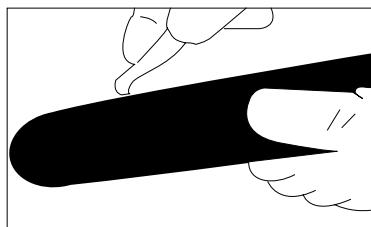

Abb. 29
5. Für den regelmäßigen Verschleiß soll die Schiene alle 8 Betriebsstunden umgedreht werden. Halten die die Nut der Schiene und die Schmieröffnung mittels der Reinigungsvorrichtung (nicht im Lieferumfang) sauber (Abb. 29).